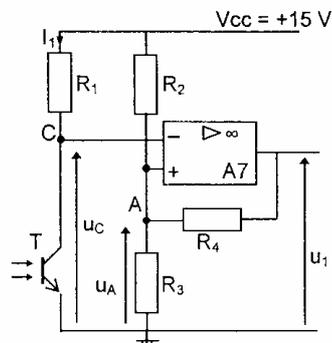
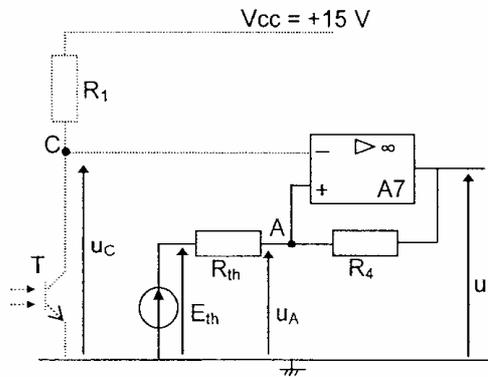

Figure 5
Figure 6
3.1 A partir de la **figure 5**, préciser le mode de fonctionnement de l'amplificateur opérationnel **A7**.
Vu de l'entrée non-inverseuse de l'amplificateur opérationnel **A7**, on peut remplacer l'ensemble des résistances **R2** et **R3** avec la source de tension **Vcc** (**figure 5**) par leur modèle équivalent de Thévenin **{Eth ; Rth}** schématisé **figure 6**.